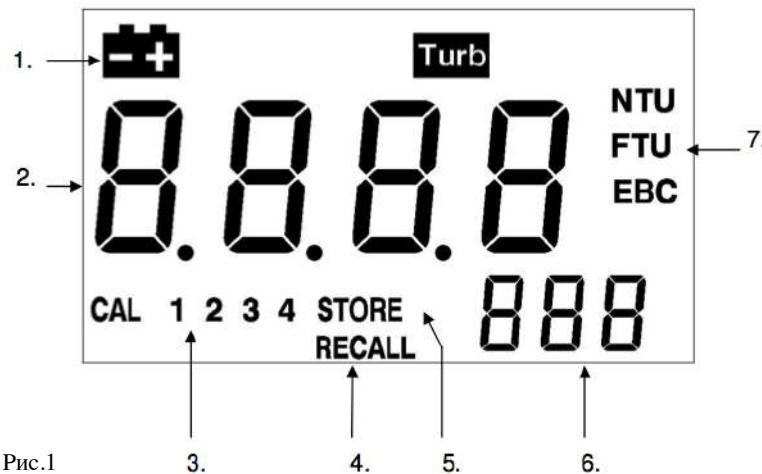

Рис.1
9. Проверяйте корректность шага калибровки по индикатору статуса калибровки в левом нижнем углу экрана (см. п.3, Рис.1).
1. Если заряд элементов питания станет слишком низким для работы прибора, на дисплее появится соответствующий индикатор (см. п.1, Рис.1). Это означает, что элементы питания пора заменить на новые.